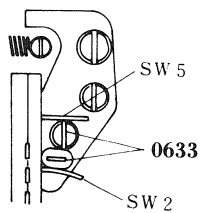

Fig. 25
- 4) Place the terminal of 0615 outside that of 0630. See Fig. 25.
- 4) 0615の接片が0630の接片の外側にあること。Fig. 25参照。